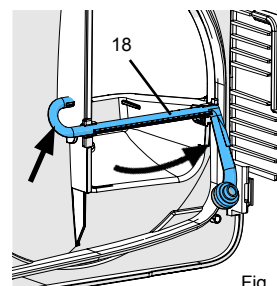

Fig. 11
- Retirar o tubo irrigador (18), rodando para trás o lado arqueado (Fig. 11).